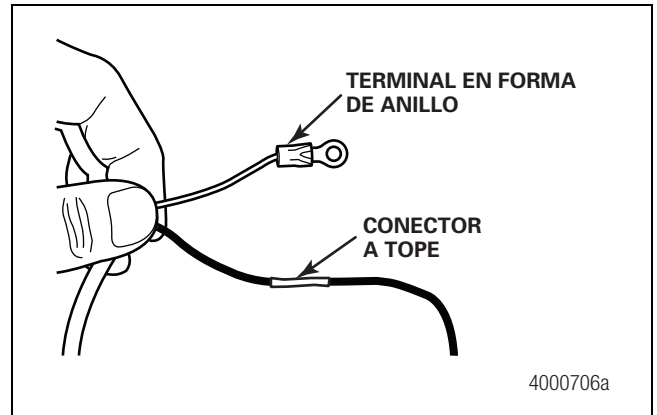

Figura 2.73
- En la caja de siete vías del semirremolque, conecte la terminal en forma de anillo del cable blanco desde la caja de control hasta un pin que suministrará corriente constante. Conecte a tierra el cable blanco de la luz. Figura 2.73.